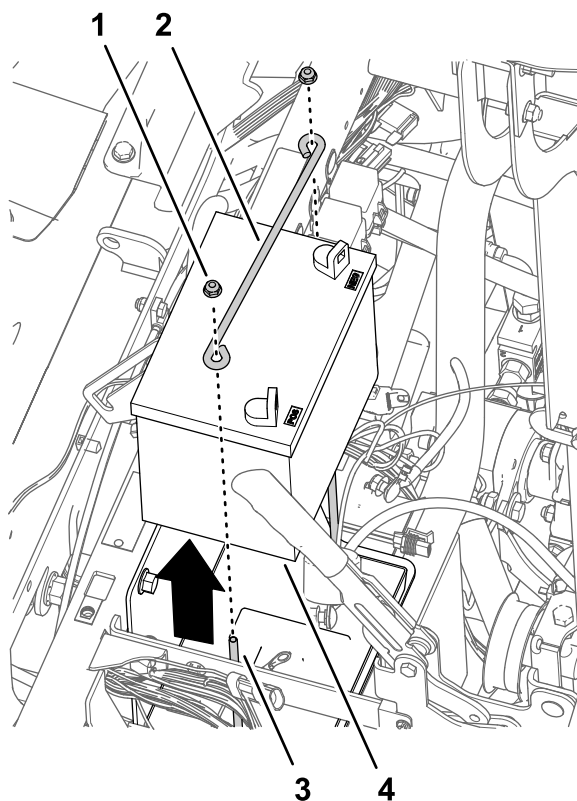

Figura 168
- Instale el embellecedor que retiró en el paso 2 de **Retirada del volante** (página 77) en el volante (**Figura 168**).
1. Retire las 2 contratueras con arandela prensada y la varilla de sujeción de los 2 pernos en J que sujetan la batería al soporte de la batería (Figura 168).
2. Retire la batería de la máquina (Figura 168).